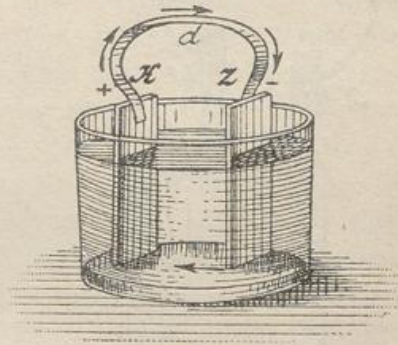

Abb. 678.
2. Elektrischer Strom. Elektrizität ist eine Naturkraft. Sie tritt in verschiedener Form und Beschaffenheit auf. Hier tritt sie auf als ein elektrischer Strom, den man genauer galvanischer Strom nennt, zum Unterschiede von anders gearteten elektrischen Strömen (wie sie z. B. bei Fernsprechanlagen und elektrischen Kraftanlagen vorkommen). Ein galvanischer Strom wird hervorgerufen durch zwei verschiedene Metalle, die an einem Ende sich unmittelbar berühren (oder durch ein Metallstück, z. B. einen Draht verbunden sind) und zwischen denen im übrigen eine Flüssigkeit steht. Eine solche Zusammenstellung nennt man ein galvanisches Element. Ein Element besteht also aus zwei sich berührenden oder verbundenen Metallen, zwischen welchen sich eine Flüssigkeit befindet. Solche Metalle sind z. B. Kupfer und Zink, auch Kohle und Zink.¹⁾ In Abb. 678 bedeutet *K* eine Kupferplatte und *Z* eine Zinkplatte; beide stehen in einem mit einer Flüssigkeit gefüllten Glase. Die beiden Metalle sind
oben durch einen angelöteten Metallstreifen oder einen Draht d verbunden. Dann geht ein elektrischer Strom vom Kupfer durch den Draht zum Zink und von diesem unten durch die Flüssigkeit zum Kupfer zurück und so immer herum. Das oberste Ende der Metalle, wo der Draht angreift, nennt man den Pol des Metalles. Da nun der Strom in der Zusammenstellung Abb. 678 immer von dem Pol des Kupfers ausgeht und nach dem Pol